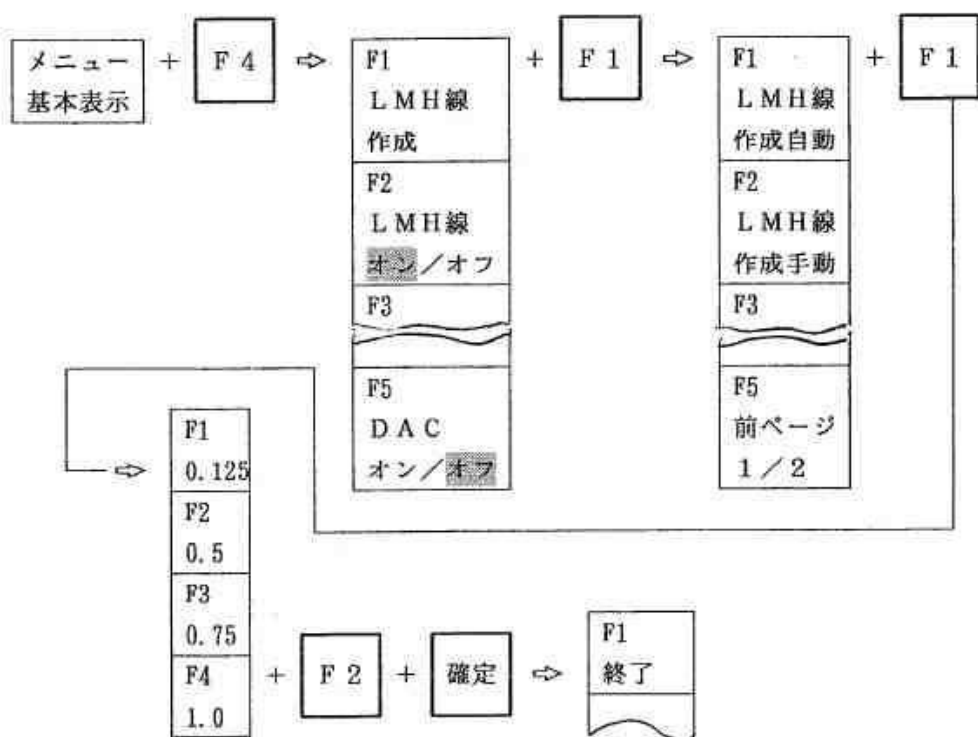

図 9.3.3 初期スキップ値の選択手順
- ① メニューエリアにメニュー基本画面が表示されている状態で、選択キー [F4] を1回押します。図9.3.3に示したような選択メニューが表示されます。
- ② つぎに、選択キー [F1] を1回押します。図9.3.3に示したような選択メニューが表示されます。
- ③ 選択キー [F1] を更に1回押します。図9.3.3の左下に示したような初期スキップ値を選択する選択メニューが表示されます。